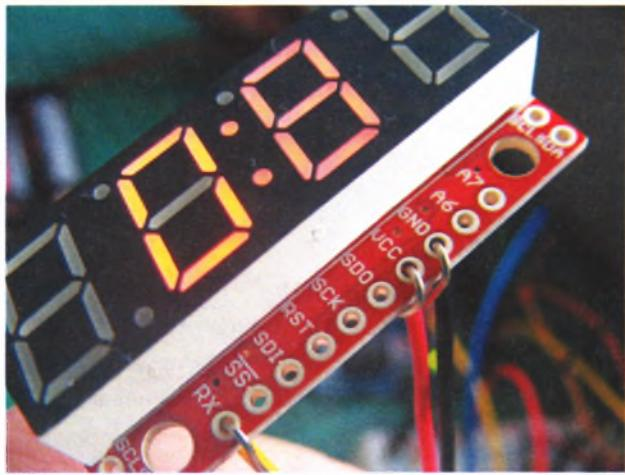

РИСУНОК 17.1
- Подключите контакт RX семисегментного последовательного индикатора к контакту 3 платы Arduino, а контакты VCC и GND — к шинам питания и заземления соответственно макетной платы, как показано на рис. 17.1.